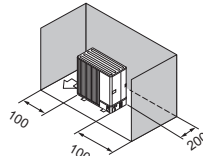

Fig. 2-8
- (3) Obstrucții sau suprafețe închise numai în spate și în lateral (Fig. 2-8)